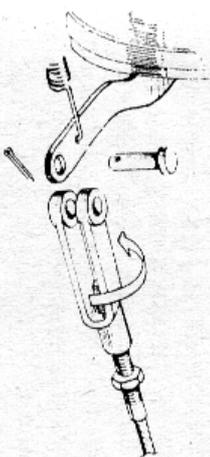

Рис. 72. Регулировка длины троса.
2. Отрегулируйте длину троса вращением вылки (рис. 72). В брав слабины троса, доверните вылку до совпадения отверстий вылке и рычаге. Рычаг при этом должен быть в заднем положении до упора в шит тормоза (оттянут пружинной). Вставьте палец гайкой сверху и зашплинтуйте. При правильной регулировке ручка привода должна вытягиваться не более чем на 7—11 зубцов рейки.